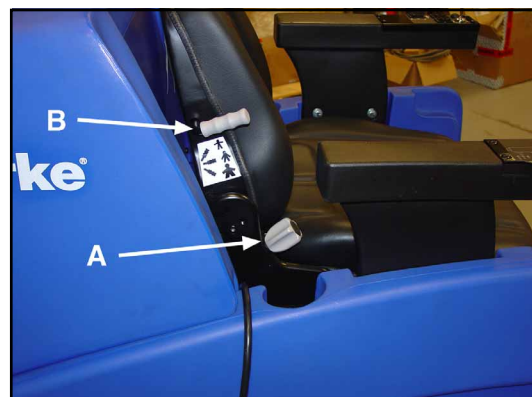

Figura 20
2. Para ajustar el ángulo de la parte correspondiente al respaldo del asiento, gire la palanca ubicada en la posición media derecha del asiento. Si la gira en el sentido de las agujas del reloj el asiento queda más vertical. Si gira la perilla en sentido contrario a las agujas del reloj el respaldo se inclina hacia atrás. Consulte la Figura 20, A.
3. Para ajustar la suspensión del asiento para que le resulte más cómodo al operador, utilice la palanca ubicada en el costado del respaldo del asiento. La misma tiene tres posiciones. La posición ubicada más arriba es para los operadores livianos. La posición media es para los operadores de peso mediano. La posición inferior es para los operadores muy pesados. Consulte la figura 20, B. **NOTA: Para cambiar las posiciones se debe oprimir la palanca con firmeza.**